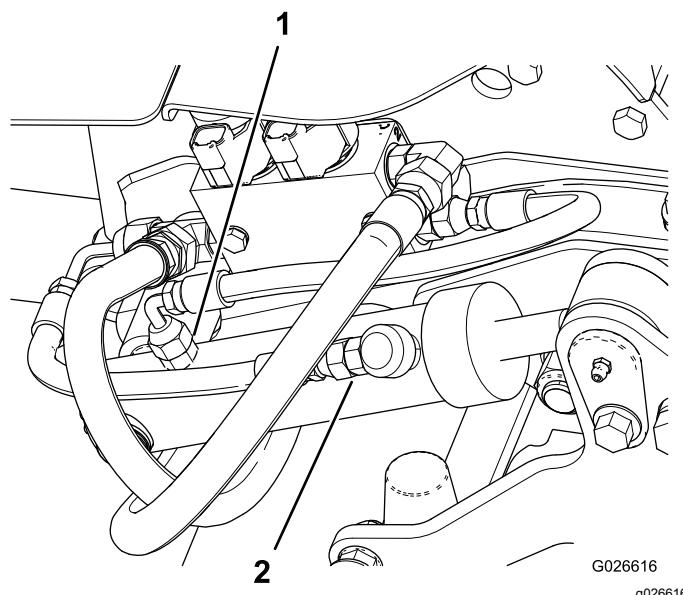

Bild 11
2. Entfernen Sie den Schlauch vom hinteren Anschluss am Mähwerkhubzylinder (**Bild 11**).
7. Entfernen Sie den Schlauch vom vorderen Anschluss am Mähwerkhubzylinder (**Bild 11**).